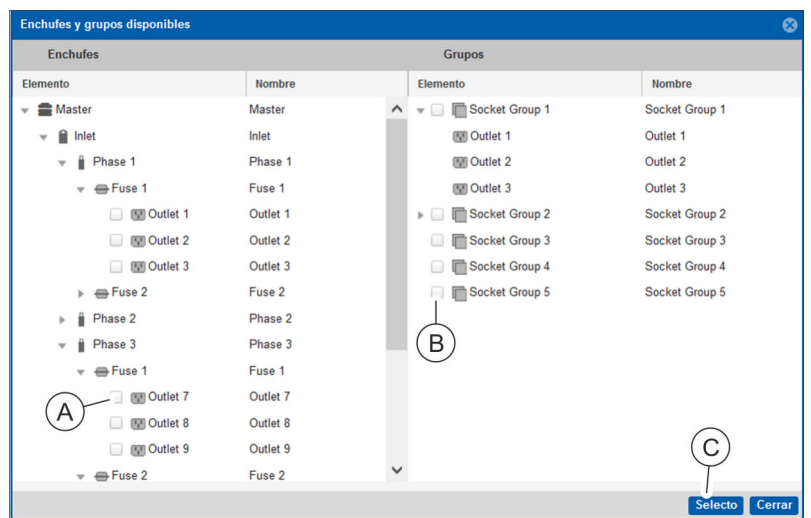

Fig. 127: Enchufes y grupos disponibles
- ⇒ Se abre la ventana "Enchufes y grupos disponibles" (Fig. 127).
13. Seleccione el enchufe (Fig. 127/A) o el grupo de enchufes que desee (Fig. 127/B) y confirme la selección con el botón "Seleccionar" (Fig. 127/C).